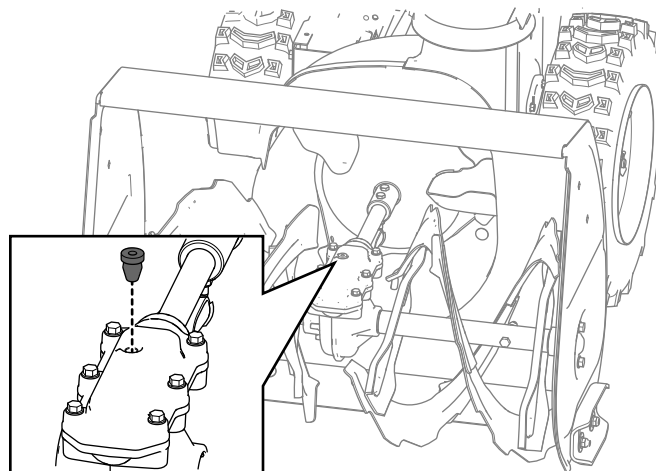

Figure 30
2. Nettoyez la surface autour du bouchon de tuyau et retirez le bouchon du boîtier d'engrenages (Figure 30).